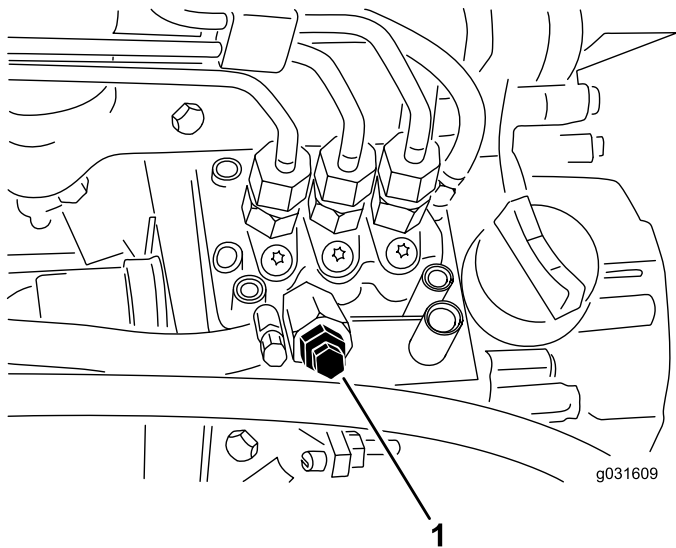

Bild 53
4. Öffnen Sie die Entlüftungsschraube an der Kraftstoffeinspritzpumpe (Bild 53).